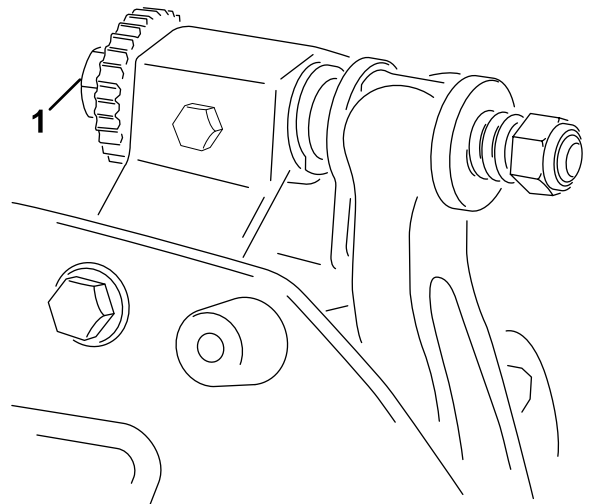

Figure 6
- Tournez les vis de réglage de la barre d'appui dans le sens horaire (Figure 6), 1 cran à la fois, jusqu'à ce que vous sentiez et entendiez un léger contact.
6. Tournez le boulon de réglage droit de la barre d'appui (Figure 6) jusqu'à ce que vous sentiez une légère pression sur la cale lorsque vous la faites glisser d'un côté à l'autre. Enlevez la cale.